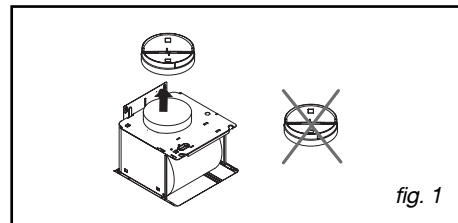

fig. 1
– Quite la válvula de retención (fig.1).